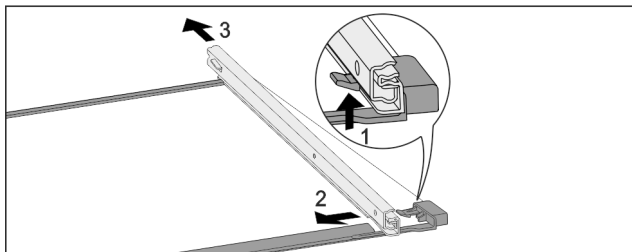

Fig. 142 Стеклопластина с направляющими
- ▶ Отожмите передний стопорный крючок вверх. Fig. 142 (1)
- ▶ Сдвиньте выдвижную направляющую в сторону Fig. 142 (2) и назад Fig. 142 (3).